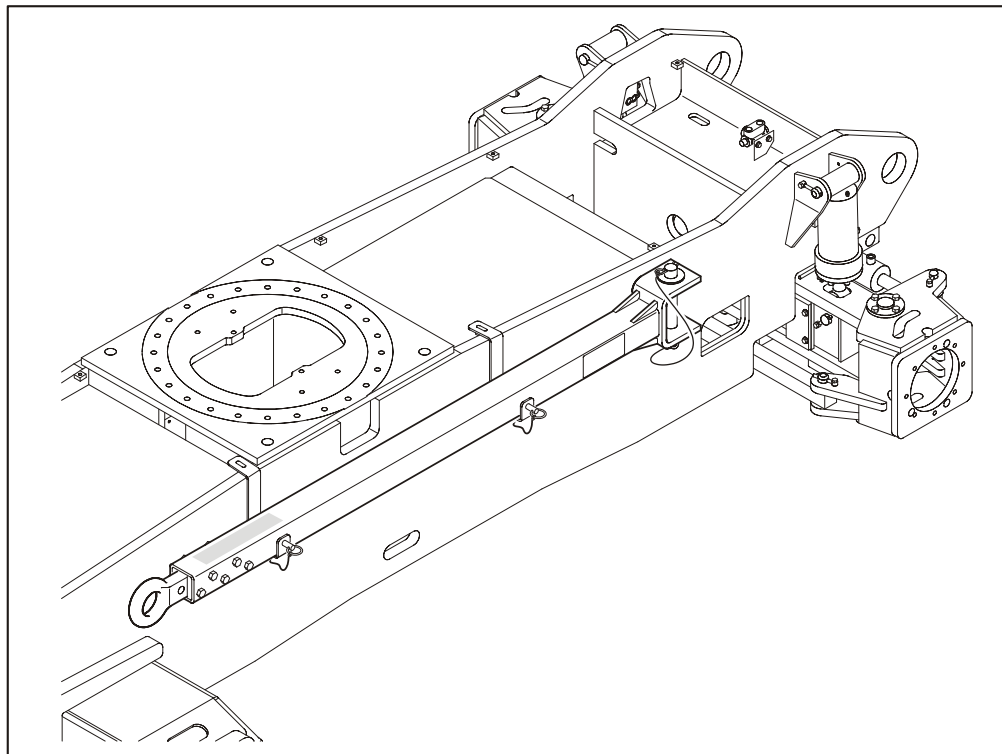

Figura 4-7. Barra de remolcado
- Desconectar la barra de remolcado del vehículo remolcador y colocarla en la posición de almacenamiento como se muestra en la Figura 4-7. La máquina ahora está en el modo de conducción.